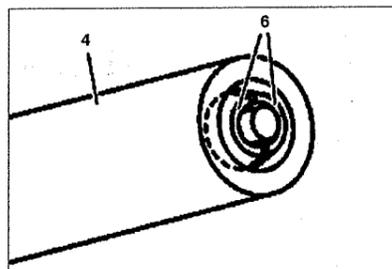

Рис. 2.40. Проверьте нахождение сухарей в патроне.
7. Проверьте нахождение сухарей 6 в патроне 4, повторите, если необходимо, операции с 4 по 6 (см.рис. 2.40).